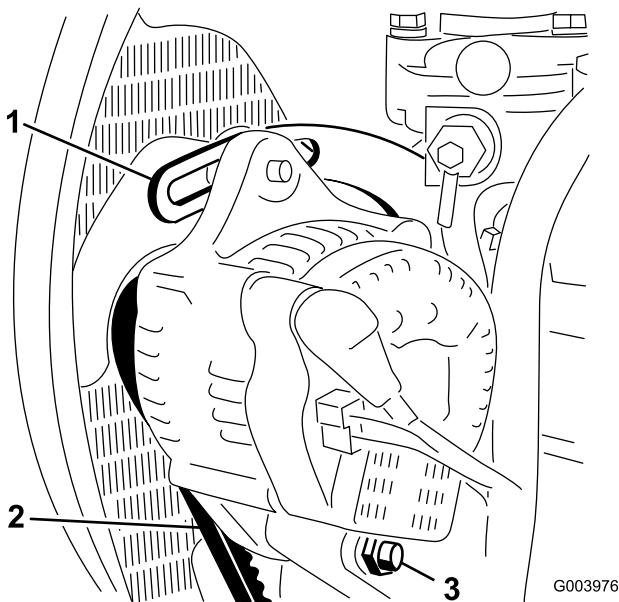

Figura 71
2. Compruebe la tensión de la correa del alternador presionándola (Figura 71) en el punto intermedio entre las poleas del alternador y del cigüeñal con una fuerza de 10 kg (22 libras).
3. Afloje el perno que fija el tirante al motor (Figura 71), el perno que fija el alternador al tirante y el perno de pivote.